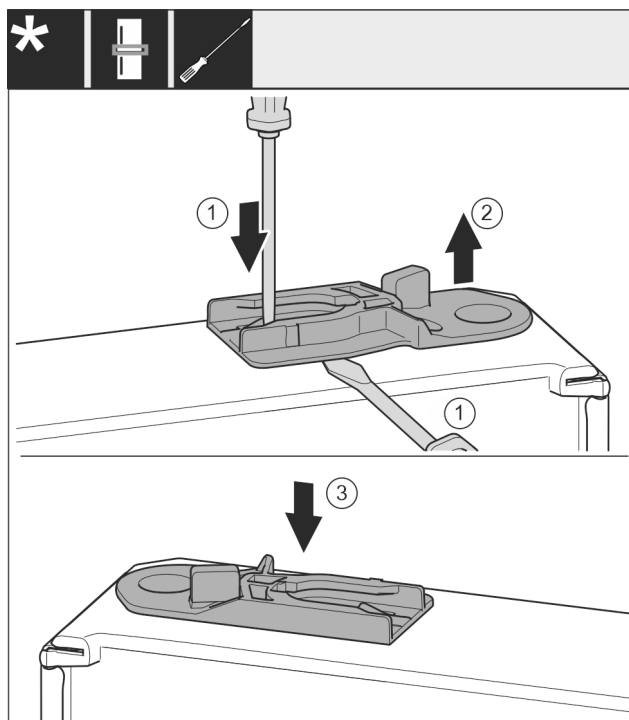

Fig. 52 *
- Wyjąć tuleję prowadzącą: Wcisnąć nakładkę Fig. 52 (1) przy pomocy śrubokręta i jednocześnie przesunąć śrubokrętem pod tuleję prowadzącą Fig. 52 (2).*
- Tuleję prowadzącą Fig. 52 (3), objętą zakresem dostawy wsunąć po drugiej stronie obudowy.*